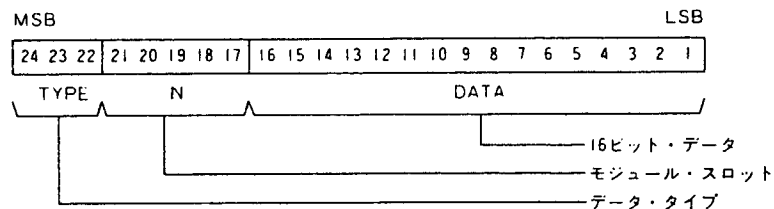

図 3 リード・データ・フォーマット
7.3 F(0) A(0) コマンド動作
F(0) A(0) コマンドにより 16 ビットの出力のステータスを読み込むことができます。リード・データにはマニュアルでセットされた、モジュール・スロットとデータ・タイプがタグとして付いています。リード・データ・フォーマットを図 3 に示します。